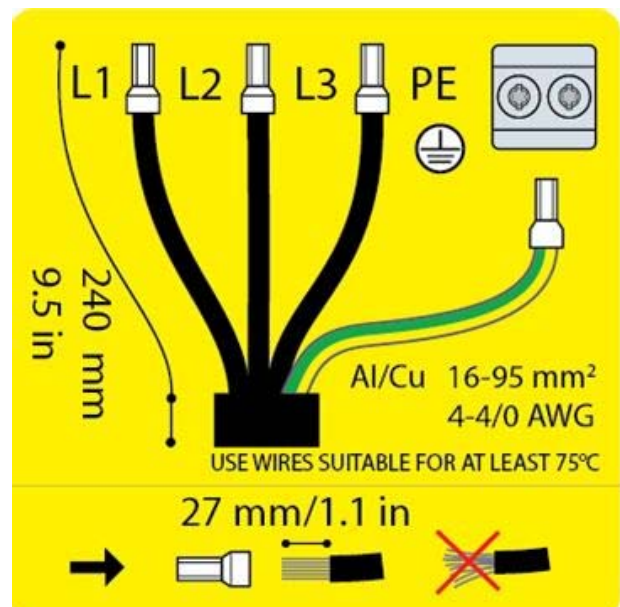

Ilustración 2.17 Manguera de cable de CA
En el cable de CA, pele el aislamiento de los cuatro cables. El cable de tierra (PE) debe ser más largo que los cables de alimentación. Consulte *Ilustración 2.17*.